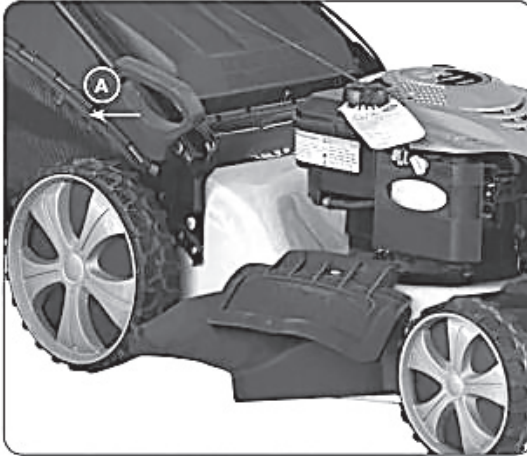

Рисунок 9
Перед початком роботи відрегулюйте необхідну висоту косіння трави. Для цього відіжміть важіль (регулювання висоти (A), пересуньте і зафіксуйте його в одному з потрібних положень. Переконайтеся, що кожне колесо встановлене на однаковій висоті косіння (див. Рисунок 9).